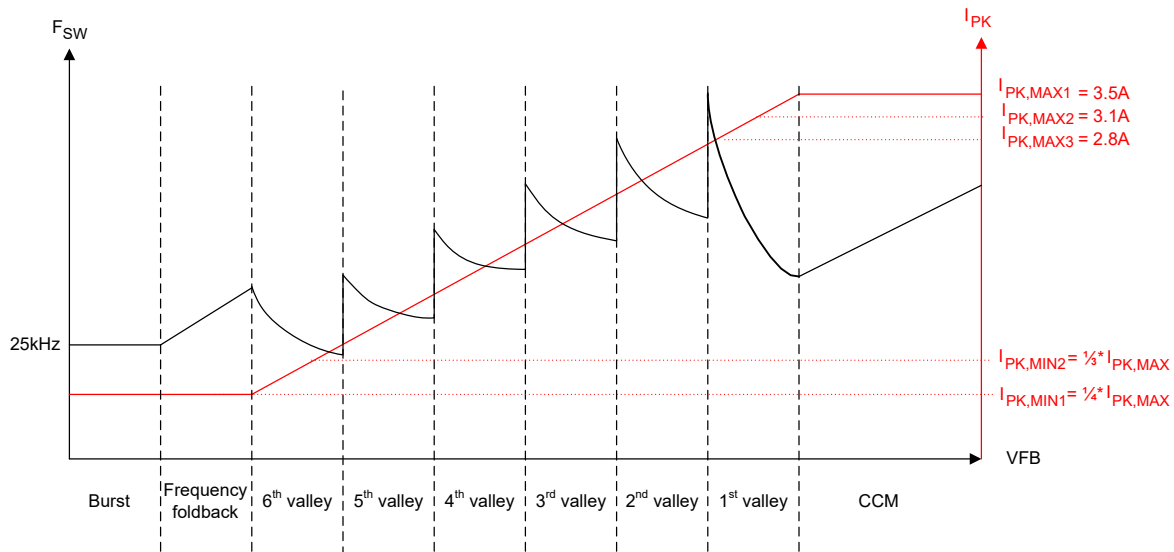
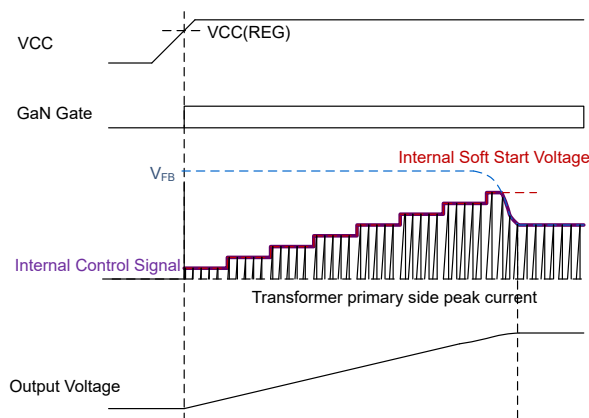

図 7-3. UCG2882x 制御規則
図 7-8. ソフト スタート シーケンス
したがって、UCG2882x では、各スイッチング サイクルで、ピーク電流スレッショルドに達した後に、1 次側 GaN HEMT がオフになり、不連続モード (DCM) 動作中に磁化リングで次のターゲット バレーでオンになります。1 次側ピーク電流とターゲットの瞬時値は、図 7-3 の制御規則に従って帰還 (FB) ピン電圧によって決定されます。FB ピンをオプトカプラ コレクタに接続します。負の帰還ループは、出力で特定の V_{OUT} および P_{OUT} をサポートするために必要な値に FB ピンの電圧を設定します。後で説明するように、本デバイスはバースト、周波数フォールドバック、バレー スwitchング、連続導通モードの 4 つの動作モードのいずれかで動作できます。
図 7-3 に示す制御規則では、UCG2882x は最大ピーク電流 $I_{PK,MAX}$ を選択できる柔軟性を備えており、定格負荷および変圧器サイズでのスイッチング周波数に対して最適化できます。 $I_{PK,MAX}$ の各設定について、最小ピーク電流 $I_{PK,MIN}$ に対して $\frac{1}{3}$ または $\frac{1}{4}$ のスケーリング比を使用できます。この $I_{PK,MIN}$ 値によって、フライバック コンバータが周波数フォールドバックまたはバースト モードで動作しているときの軽負荷条件でのスイッチング周波数および損失が決定されます。 $I_{PK,MAX}$ 、 $I_{PK,MIN}$ のすべての値について、式 1 のとおり、制御規則のピーク電流と帰還電圧の勾配は同じに変わりません。表 7-6 に、表 7-3 のさまざまなピーク電流設定に対する、異なるモード間およびバレー間で遷移するためのスレッショルド電圧を示します。
UCG2882x は、スイッチング損失を低減するため、ソフト スイッチングとバレーでの 1 次側 FET ターンオンで動作するように設計されています。コンバータは、ピーク負荷過渡時を除き、バレー スイッチングで動作します。ピーク負荷過渡時には、CCM モード (CDX ピンを使用して有効化されている場合) に制御が移行する場合があります。バレー スイッチングモード中、目標バレーおよびピーク電流スレッシュホールドは 図 7-3 および 式 1 の制御規則によって制御されます。
図 7-3 に示すように、出力電力が増加して最初のバレー QR 動作の境界に達すると、制御は I_{PK} を選択された最大値 $I_{PK, MAX}$ にクランプし、CCM モードで 2 次側導通時間 T_{OFF} の減少を開始します。この T_{OFF} 時間の減少は、FB ピンの電圧が QR モードのオフ時間の 50% まで上昇することに比例して、QR モードの出力電力供給能力の最大 1.5 倍に達します。CCM モードでは、1 次側磁化インダクタンス L_M を使用し、CCM モードで周波数クランプに当たらないよう十分な大きさで、またアプリケーションの要件に応じて出力電圧リップルを増大させる可能性のある低調波発振を避ける必要があります。長時間の出力電力過渡に対して、コンバータは 10ms CCM タイマが満了した後に最初のバレー QR モードに戻り、QR モードで動作している間、QR および CCM モードの遷移点で可能な最大の出力電力を供給し続けます。表 7-5 の値に応じて、CDX ピンと GND の間に抵抗を接続して CCM モード動作を有効化または無効化できる柔軟性があります。
フライバック コンバータがオンになると、0V の出力電圧で起動します。低電圧によって、フィードバック電圧 FB が最大値にクランプされ、過負荷保護がトリガされる可能性があります。クランプを防ぐため、UCG2882x はソフト スタート モードで起動します。図 7-8 に示されているように、この期間中、内部 FB 電圧ランプは 0V から最大値 (4ms) まで 8 ステップ増加します。内部 FB ランプの最大値は、FB ピン電圧が $I_{PK, MAX}$ の 80% に相当する値であり、IPK ピンのさまざまな抵抗設定に対して変化します。ソフト スタート中は、この内部ランプ電圧のうち小さい方と実際の FB ピン電圧を使用して、図 7-3 の制御規則でデバイスの動作点を決定します。4ms の終わりに内部 FB ランプ電圧が最大値に達すると、出力レギュレーション用に制御が FB ピン電圧に転送されます。ソフト スタートシーケンスは、起動時、またはフォルト (自動再試行またはラッチ) およびブラウンアウト状態から回復するたびに実行されます。最小周波数クランプは、ソフト スタート時のみ 10kHz に変更されます (その他の場合は、通常動作中 25kHz)。10kHz の最小周波数クランプは、起動時にバレーが欠落しており、制御法則により、出力コンデンサを充電するために、最後のターンオン エッジから 100μs ごとに 1 次側 GaN HEMT のターンオンが強制される場合に役立ちます。